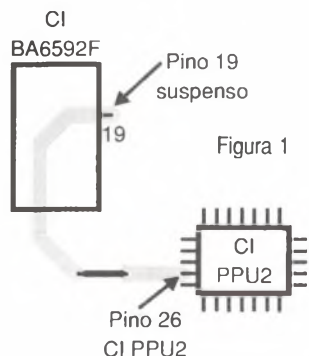

Figura 1
que em zero, neste intervalo de temporização existe a possibilidade de se usar o circuito da figura 1, que aplica uma tensão negativa (-1,25 V) ao terminal de controle durante a temporização, levando a saída assim a um valor muito próximo de zero.
No circuito mostrado na figura 1 o zener de 1,25 V é na realidade obtido pelo uso de dois diodos comuns polarizados no sentido direto.
- * *Jumpear* o pino 19 do BA6592F ao pino 26 do CI PPU 2, conforme mostra a figura 1.
Ao ligar o aparelho e alimentá-lo adequadamente, observei que a imagem se apresentava apenas em uma estreita faixa no centro da tela, conforme mostra a figura 1. Realizei a medida das tensões nos pinos do CI-301 (AN-5512) e as mesmas estavam de acordo com os valores indicados no esquema elétrico. Assim, considerei o CI-301 em bom funcionamento, e passei então a pesquisar o defeito no acoplamento de saída do referido CI até a bobina defletora vertical. Retirei o capacitor C356 de 1000 μ F - 35 V do circuito e devido à alteração do aspecto externo, resolvi realizar a medida da capacitância, que estava muito